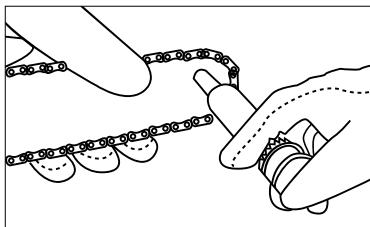

Рис. 26
3. Помістіть голкоподібну дізуз шприца в отвір для змащення і вводьте мастило до тих пір, поки воно не з'явиться на зовнішній кромці ланцюгового зубчастого колеса шини (рис. 26).